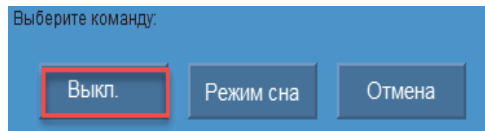

Рис. 3-1 Кнопка Выключить
1. Нажмите клавишу питания. Появится сообщение «Выберите команду» (см. Рис. 3-1 на стр. 40).